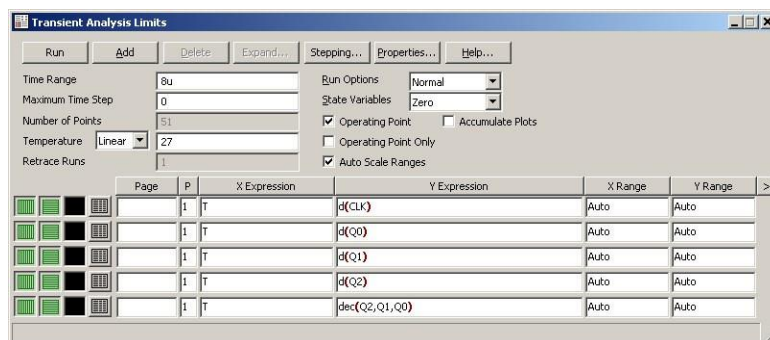

Рис. 2. Окно настройки процесса моделирования
7. В строке меню выберите **Analysis**, а в раскрывающемся списке **Transient** Появившееся диалоговое окно настройте в соответствии с рис. 2.